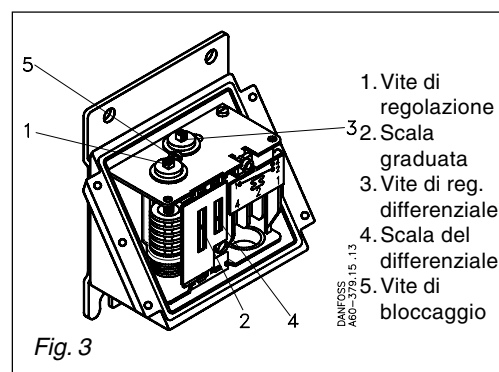

Fig. 3
Rimuovere il coperchio del termostato e allentare la vite di bloccaggio (5), fig. 3. Il campo può essere regolato con la vite (1) basandosi sulla scala (2). In unità con differenziale regolabile, la vite (3) può essere regolata basandosi sulla scala graduata (4).